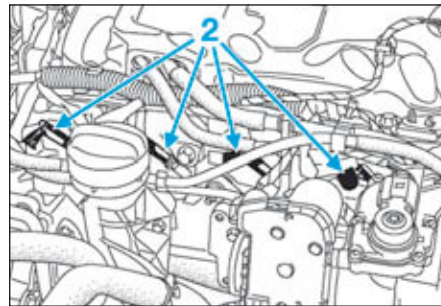

FIG.144
- Débrancher les connecteurs (2) (Fig.144) des bougies de préchauffage.